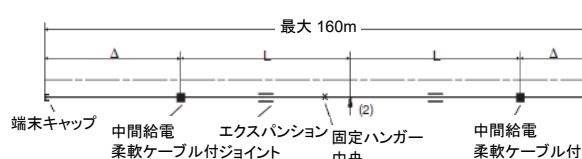

図 2
2. 屋内から屋外へ通過するシステム、温かい空気が逃げるため屋外に取付けられたコンダクターレールの凍結や結露を防止します(図2参照)。
給電:コンダクターレールは伸縮区画により分離されているため、それぞれ給電部してください。給電部が屋内にあり屋外に給電する場合は伸縮区画の両側に接続ボックスを設け柔軟な(伸縮できる)ジャンパーケーブルで接続します(図2参照)。
設計上必要な固定点間の距離が最大長さLを超える場合は追加の固定点を取付け、2つ以上のエキスパンションジョイントが必要になります(図2、29ページ参照)。
この用途の場合は中間給電の接続ケーブルは柔軟に配置するか、LALやLALG(11ページ参照)の中間給電を使用してハウジングの伸縮に干渉しないようにしてください(図2参照)。